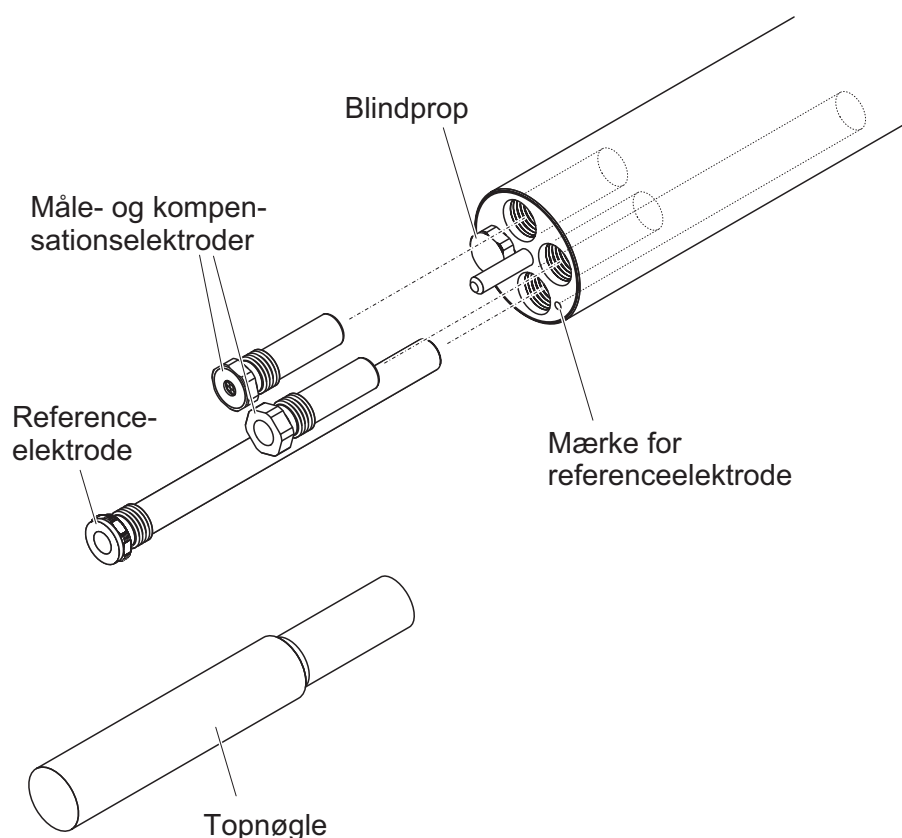

Fig. 3-3 Isættelse af elektroder i sensoren
- Stikket til referenceelektroden er mærket med en fordybning. Den stikker tydeligt dybere ind i sensoren end de tre andre stik (se Fig. 3-3).